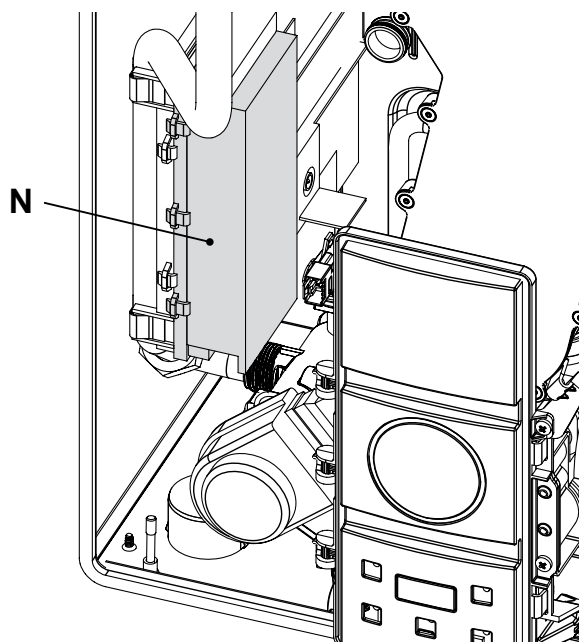

Figura 5.19
- Individuare il coperchio copri morsetti N (Figura 5.19) ed aprirlo.